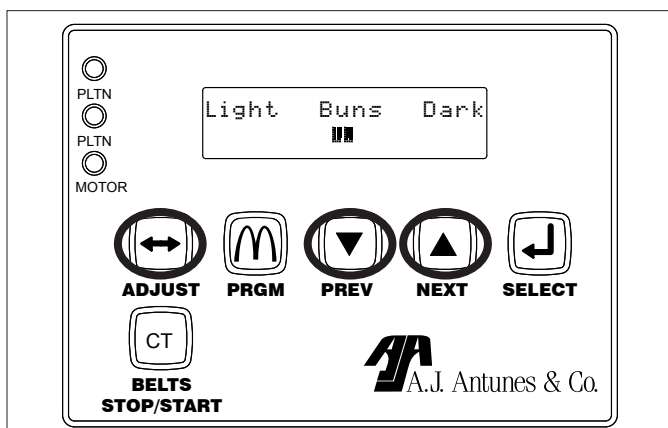

Figure 6. Ajustement de la qualité du grillage
1. Sur le panneau de commande à l'arrière, appuyer sur la touche **ADJ**, puis la relâcher (figure 6).
2. Utiliser les touches **PREV** et **NEXT** pour ajuster la qualité de grillage à moins ou plus, respectivement (figure 6).